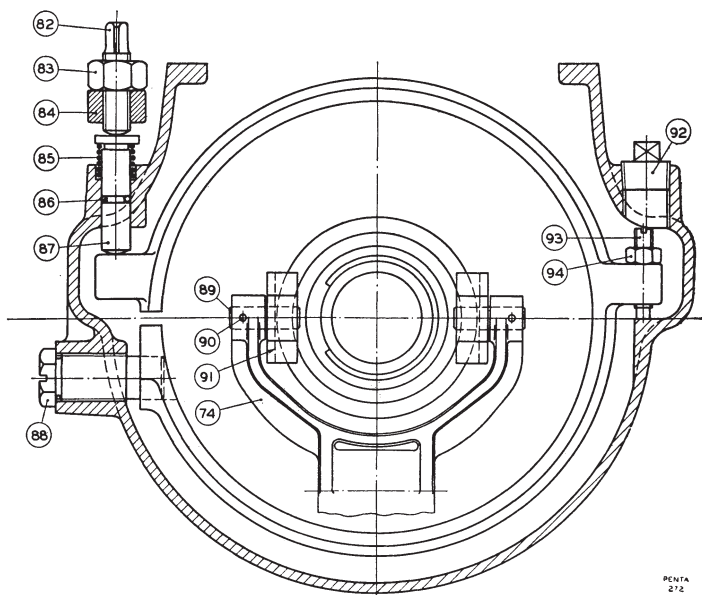

Fig. 16. Bromsband, mekaniskt backslag.
Slirar backslaget på "back" skall bromsbandet ansättas, vilket sker medelst justerskruven (82, fig. 16). Lossa låsmuttern (83) och skruva ned justerskruven ca ett varv åt gången, tills backslaget ej längre slirar under "back" med full fart och full belastning. Justera aldrig backslaget då motorn är igång.